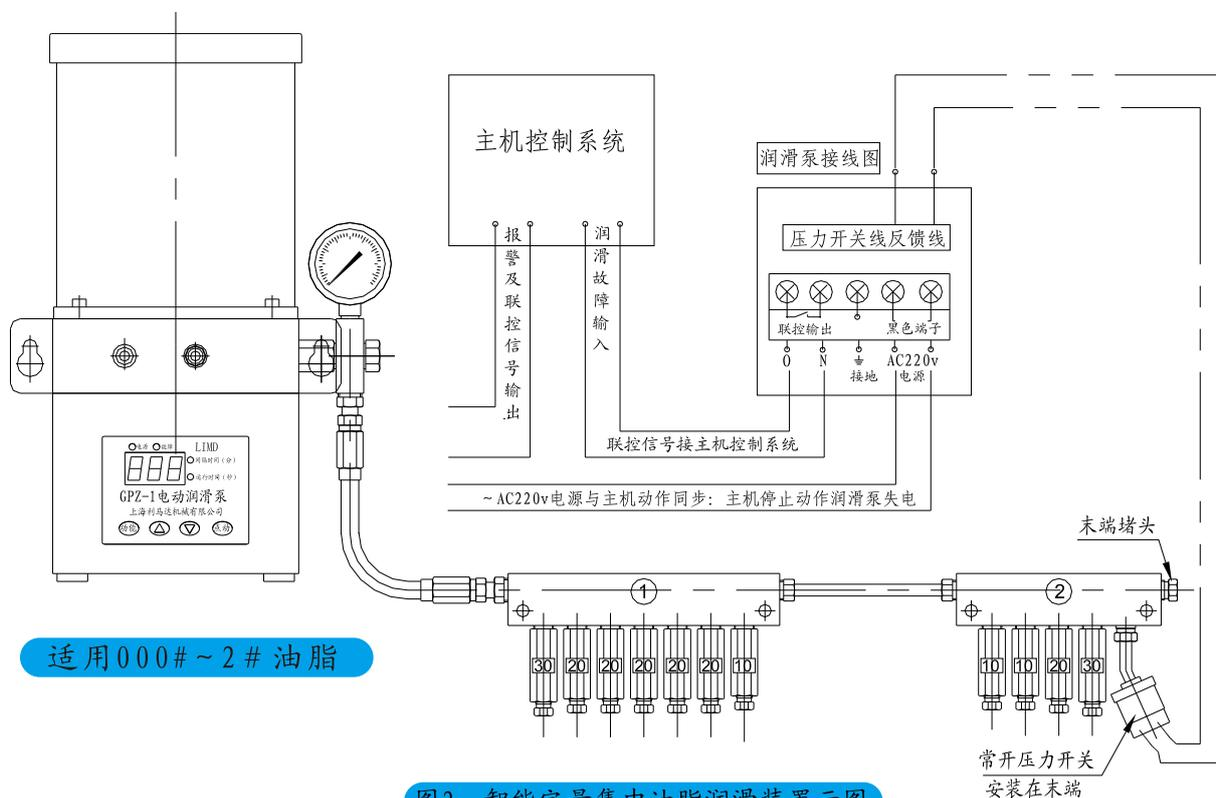

图2：智能定量集中油脂润滑装置示意图
②智能定量集中油脂润滑装置：采用GPZ-*智能电动泵，在润滑系统主管路末端安装常开型压力开关作为检测元件。压力开关的信号线接到自动泵的反馈端。接上电源，GPZ-*智能电动泵即可智能运行。中途断电再次通电可延续断电前状态，始终检测排油压力足够高、卸荷压力足够低这两条件是否满足，只要其中一个条件不满足即可报警及输出联控信号，维护工作较少，一般几个月向油箱添加油脂一次即可。只要设定间隔时间，每次泵油时间都会智能调整，确保每个润滑点都能得到定量的油脂。确实起到“保护神”作用。润滑效果不受“人为因素”影响。价格虽然比手动润滑装置高，但性能确实理想（如图2所示）。